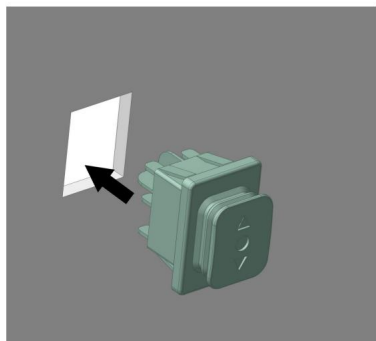
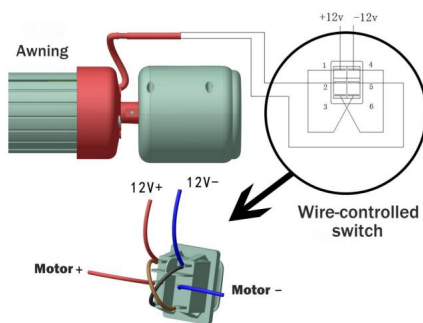

Figura D20
Figura D21
4.1 Innanzitutto, installare l'interruttore di controllo del filo in una posizione adatta all'interno del veicolo (Figura D20). Dopo aver installato la calotta, introdurre il filo del motore nel veicolo e collegarlo secondo la Figura D21. Si consiglia di utilizzare un cavo di alimentazione a 2 fili con RVV2 di non più 1,5 mm o più e una lunghezza del filo di 3 m per il cavo di alimentazione del motore (la parte del cablaggio all'interno dell'auto deve essere preparata).